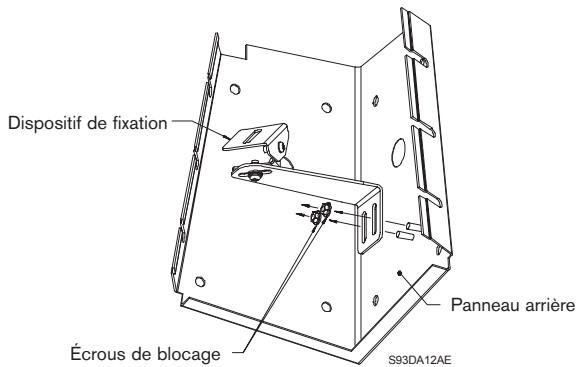

Figure 4 : retrait du dispositif de fixation
4. Dévissez les 2 écrous de blocage, puis retirez le dispositif de fixation de la caméra du panneau arrière. Voir figure 4.